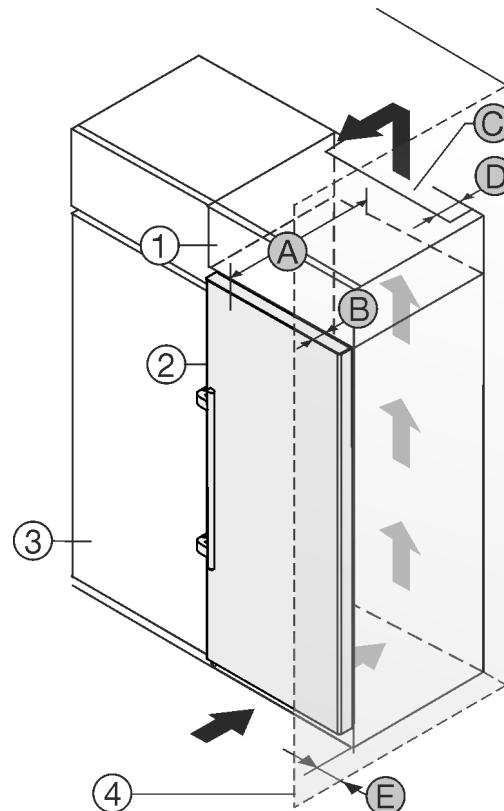

Fig. 2
Вы можете установить устройство непосредственно рядом с кухонным шкафом Fig. 2 (3).*
На задней стенке дополнительного шкафчика должен быть вентиляционный канал с глубиной Fig. 2 (D) по всей ширине этого шкафа.*
Нужно соблюдать вентиляционное отверстие Fig. 2 (C) под нижней панелью.*
Если устройство устанавливается на шарницах у стены Fig. 2 (4), то расстояние между устройством и стеной должно быть не менее 57 мм. Это соответствует расстоянию, на которое выступает ручка при открытой дверце.*
Чтобы можно было полностью открыть дверь, устройство должно выступать на глубину двери Fig. 2 (B) относительно передней стенки кухонного шкафа. В зависимости от глубины кухонных шкафов Fig. 2 (3) и использования пристенных распорок устройство может выступать и больше.*